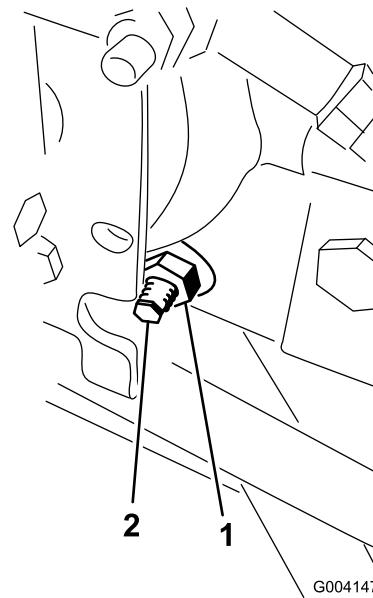

Figura 83
3. Dal lato destro dell'idrostato, allentate il dado di bloccaggio sulla camma di regolazione della trazione (Figura 83).